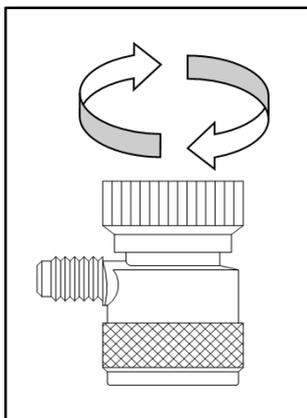

Figura 1
Gli attacchi rapidi con chiusura di sicurezza (**ROSSO** e **BLU**) vanno aperti ruotando i volantini nel verso indicato in Figura 1:
8. Ruotare i volantini fino ad aprire le valvole (cfr. Figura 1). Aprire solo le valvole della porzione in uso.